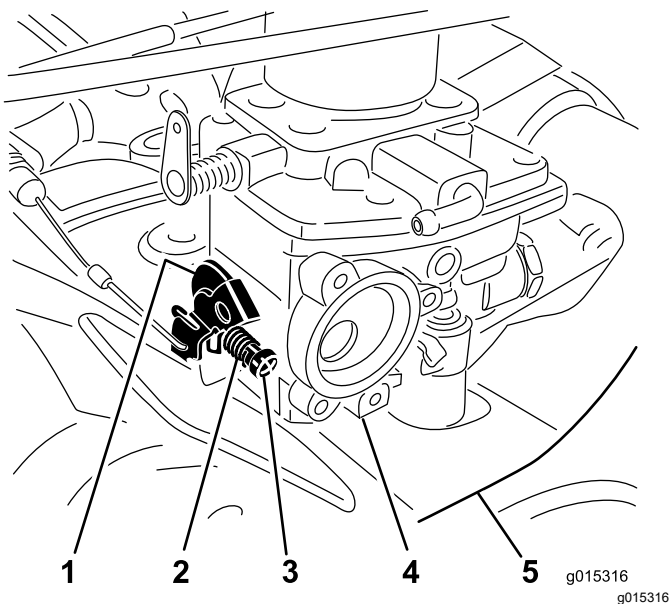
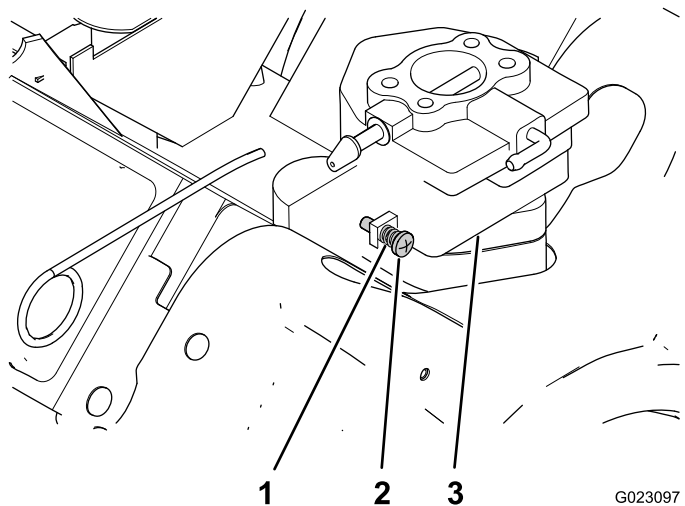

Bild 7
Bild 8
9. **Nur MDX-Maschinen:** Befestigen Sie die Leerlaufschraube und die Feder am Vergaser am Gasbedienungshebel (**Bild 7**).
2. Stellen Sie die Leerlaufschraube so ein, dass Sie einen niedrigen Leerlauf von 1.050 U/min \pm 1.150 U/min erreichen (**Bild 7** und **Bild 8**).
10. Schrauben Sie die Schraube nach rechts in den Gasbedienungsanschlag ein, bis sie den Gasbedienungshebel berührt, drehen Sie die Schraube dann um eine weitere Umdrehung nach rechts (**Bild 7**).